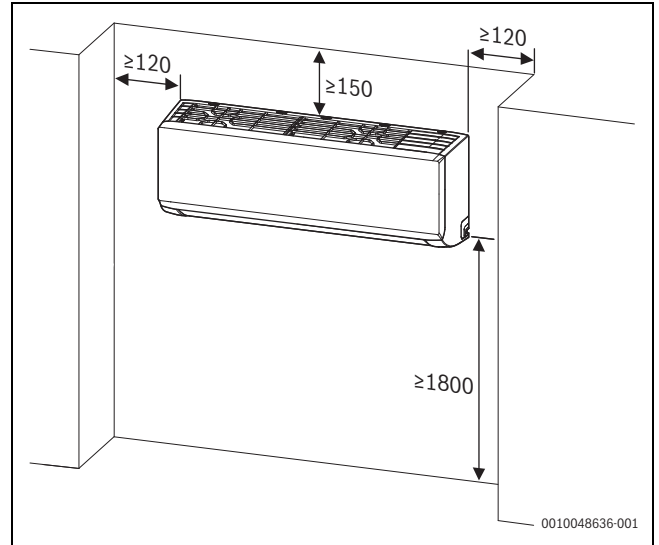
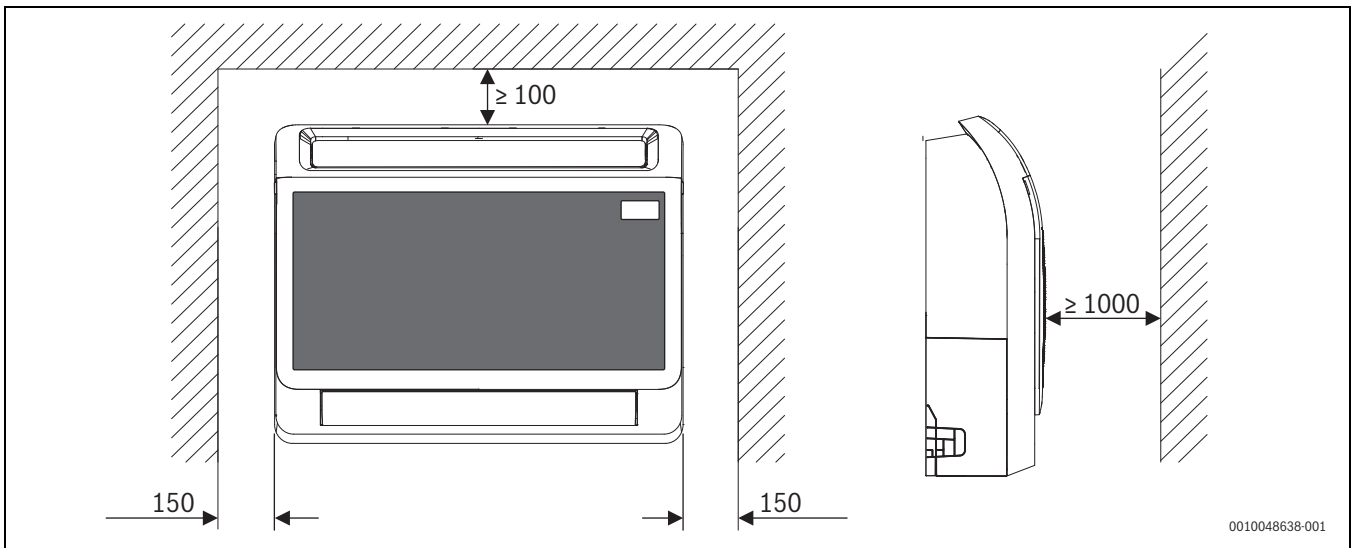
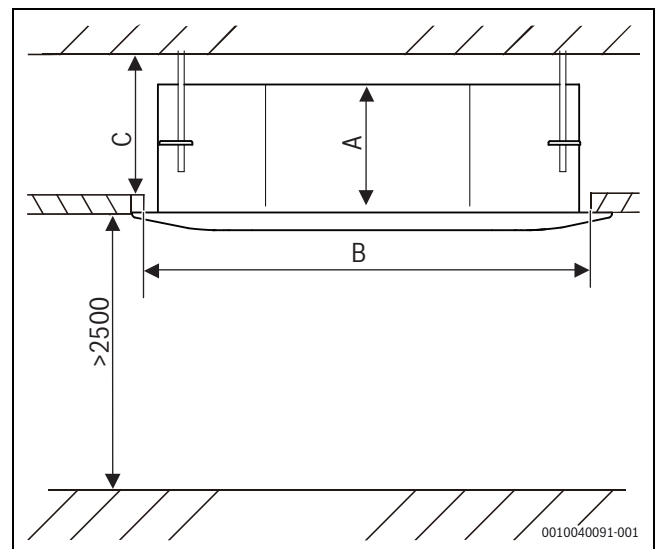
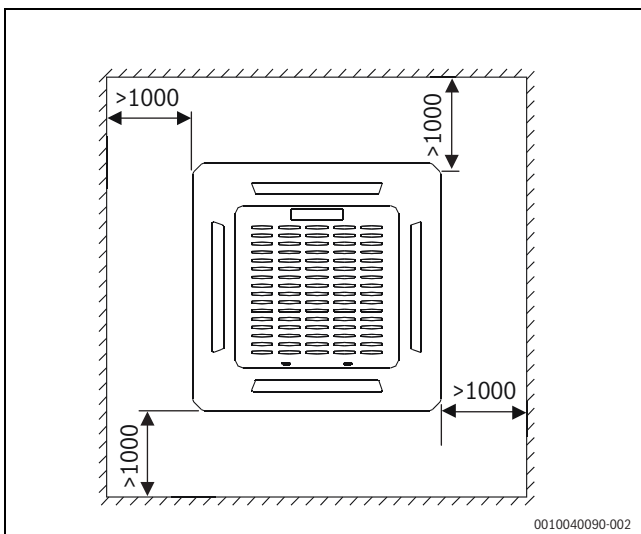

Bild 3 Mindestabstände Inneneinheit (Wandinstallation) (Maße in mm)
Bild 5 Mindestabstände Inneneinheit (Konsole) (Maße in mm)
Bild 8 Mindestabstände montierte Inneneinheit zur Innendecke (Deckeninstallation) (Maße in mm)
Bild 7 Mindestabstände Inneneinheit (Deckenkassette) (Maße in mm)
- Die Mindestabstände zu Wänden und anderen Hindernissen müssen berücksichtigt werden (→ Bild 3, Bild 5, Bild 7 und Bild 8).